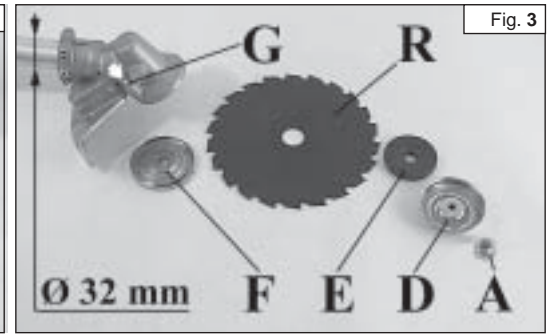

Fig. 3
УСТАНОВКА ФРЕЗЫ Мод. "Т" (Рис. 3)
Отвертите гайку (А) вращением по часовой стрелке; снимите крышку (D) и нижний фланец (E). Установите фрезу (R) на верхний фланец (F), убедившись, что направление вращения фрезы правильное. Установите нижний фланец (E), крышку (D) и затяните гайку (А) вращением против часовой стрелки. Вставьте чеку в соответствующее отверстие (L) для фиксации фрезы и затяните гайку (А, рис. 3) с усилием **3 Kgm (30 Nm)**.